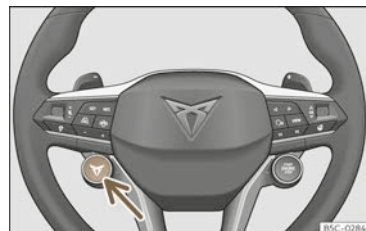

Abb. 128 Multifunktionslenkrad: Schalter für den Fahrprofilwechsel.
• **ODER:** Drücken Sie kurz die Taste  >>> (**Abb. 128**) (Pfeil), um das Fahrprofil zu wechseln. Durch längeres Drücken auf die Taste  gelangt man direkt zum Fahrprofil **Cupra**.